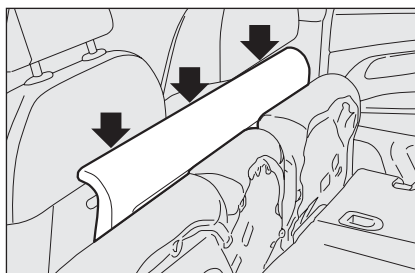

рис. 100
**ВАЖНО** Если после наклона заднего сиденья необходимо снять заднюю багажную полку, расположите ее как показано на **рис. 100**.
После удаления задняя багажная полка может быть размещена между спинками передних сидений и свернутой шторкой заднего сиденья **рис. 100**.